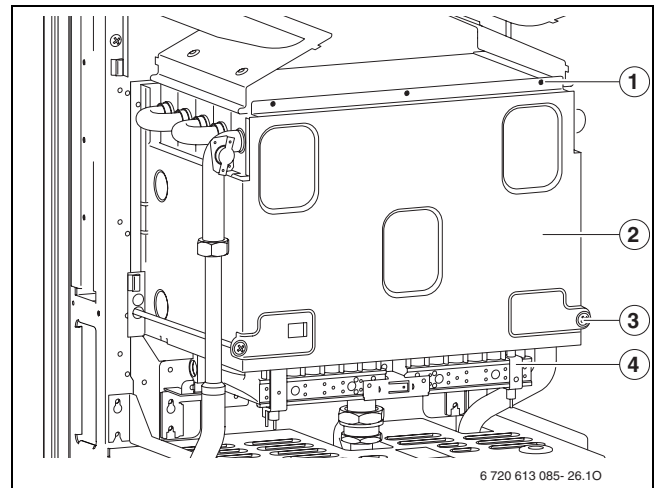

Fig. 50 Abrir o queimador
- ▶ Retirar a parte da frente da câmara de combustão e o queimador (→ fig. 50).